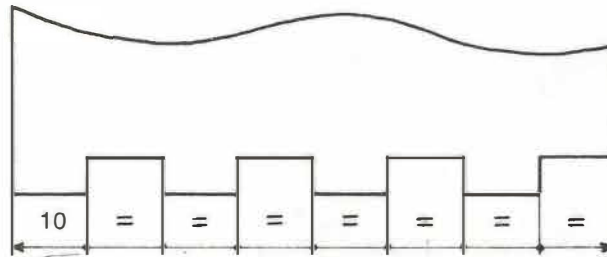

FIG. 13
- Si una cota está compuesta de varias partes iguales, las cotas de estas partes pueden reemplazarse por el signo = (Fig. 13).